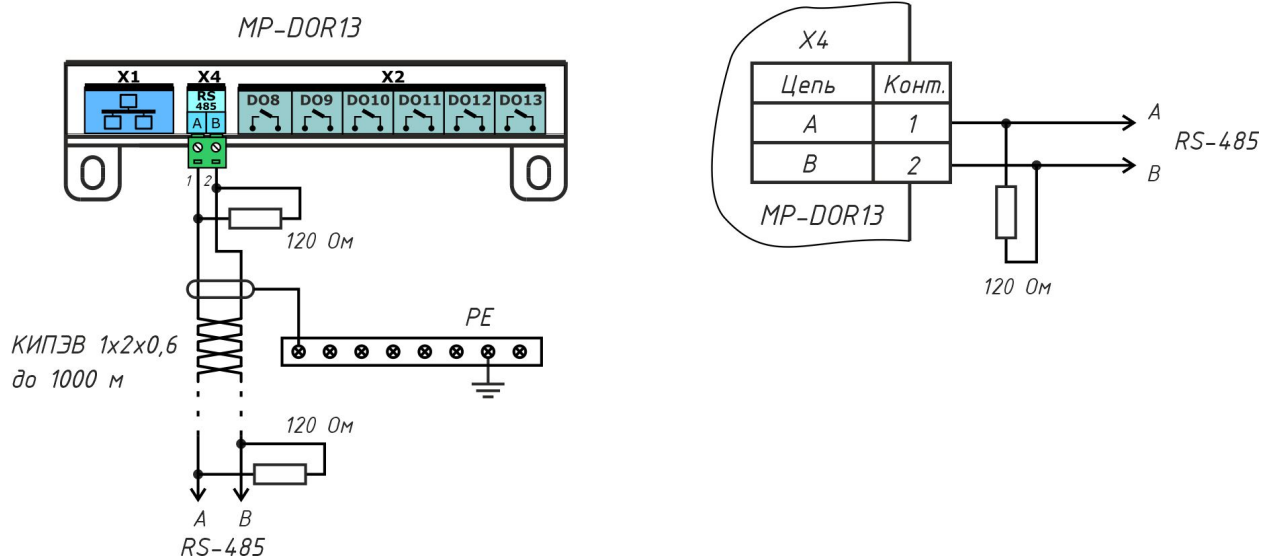

Рисунок 6 – Подключение интерфейса RS-485
1. Подсоединить к ответной части клеммного соединителя разъема X4 «под винт» кабель экранированная «витая пара» интерфейса RS-485 от внешнего устройства, соблюдая полярность (рисунок 6).